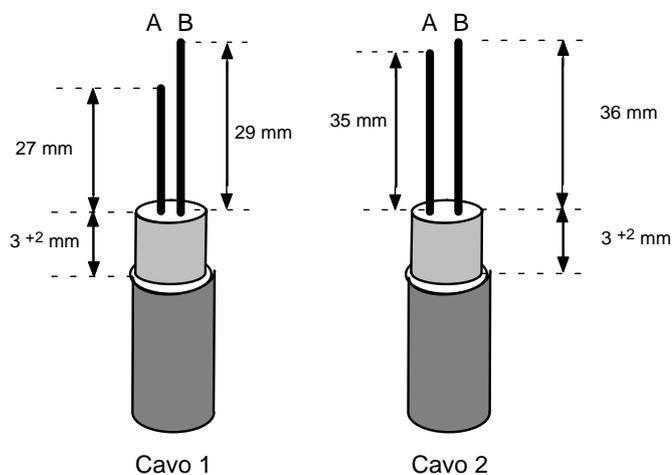

Figura 4. 16: Confezione delle estremità del cavo per il montaggio del connettore di bus con uscita del cavo a 30°
- Tagliare i cavi di bus in base alle specificazioni riportate nella Figura 4. 16. Durante questa operazione osservare le diverse dimensioni sia per i singoli conduttori, sia per entrambi i cavi. Dalle estremità dei conduttori non viene tolta la protezione di isolamento.